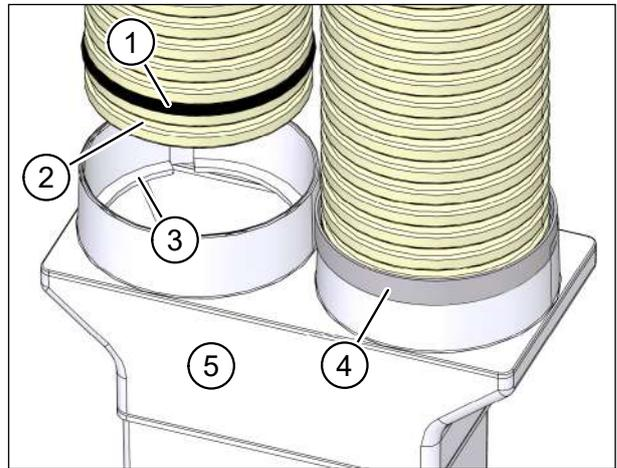

Abb. 30: Flexrohrverbindung mit Dichtband fixieren
- ▶ Setzen Sie Dichtringe (Pos. 1 in Abb. 30) in die zweite Rille am Flexrohr ein. Diese sind als Zubehör M-WRG-FR-DR75 (Art.-Nr. 5056-41/75) erhältlich.
- ▶ Setzen Sie die Flexrohre in die Öffnungen des Flexrohradapters (Pos. 5 in Abb. 30) ein. Stellen Sie sicher, dass die erste Rille am Flexrohr (Pos. 2 in Abb. 30) im Rastring (Pos. 3 in Abb. 30) des Flexrohradapters einrastet.
- ▶ Empfehlung: Dichten Sie die Verbindungsstelle mit einer Lage Dichtband von 30 mm Breite ab (Pos. 4 in Abb. 30).